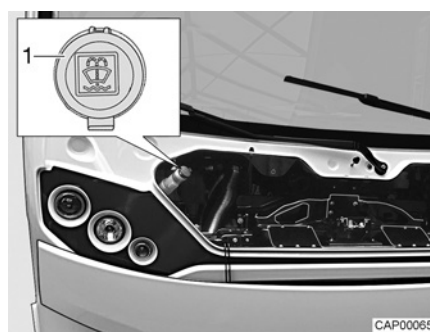

Bild 8 Påfyllningsöppning (spolarvätska)
- Öppna locket (Bild 8, 1) på spolarvätskebehållarens påfyllningsöppning.